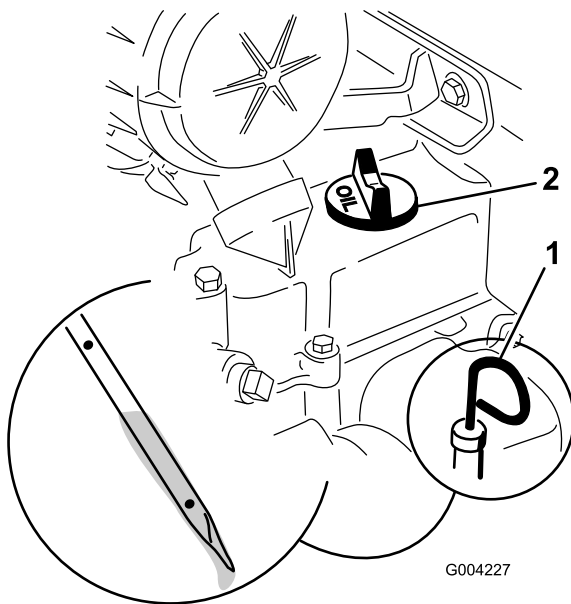

Figura 17
4. Limpie alrededor de la varilla de aceite (Figura 17).
5. Retire la varilla y limpie el extremo metálico (Figura 17).
6. Introduzca la varilla a fondo en el tubo de la varilla (Figura 17).
8. Si el nivel de aceite es bajo (por debajo del orificio inferior), limpie alrededor del tapón de llenado de aceite y retire el tapón (Figura 17).